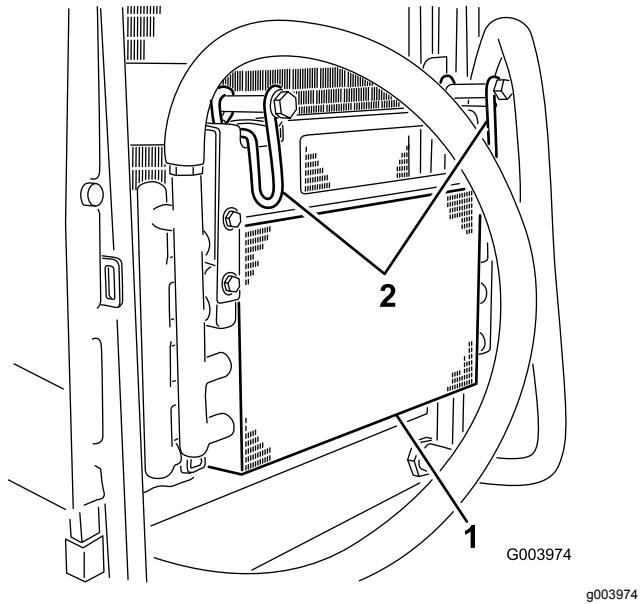

Bild 58
5. Drehen Sie die Riegel nach innen, um den Ölkühler zu lösen (**Bild 58**).